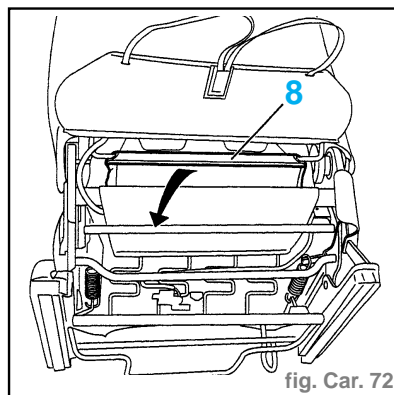

fig. Car. 72
- Relever la partie arrière (7).
- Dégrafer le jonc d'agrafage (8) et le rabattre vers l'avant pour dégager la partie arrière (fig. Car. 72).